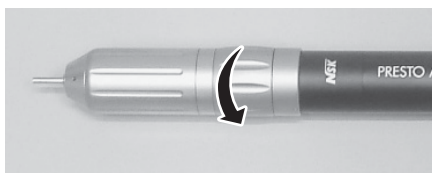

Fig. 14
- 2) La extracción de la fresa se realiza girando el anillo de cierre del dispositivo de fijación en la dirección de la flecha según la Fig. 14.